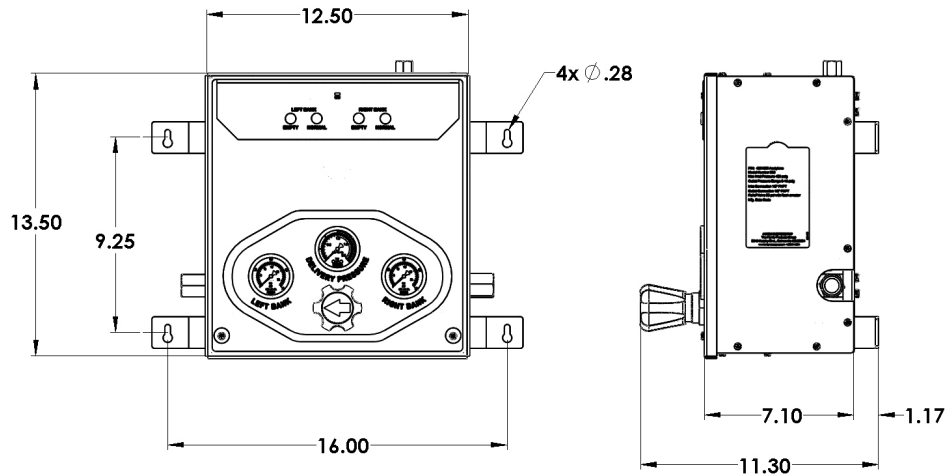

Figura 2
1. La caja de control debe estar sujeta a una pared o a otra estructura segura tal que las conexiones de entrada a la caja estén a aproximadamente 60 pulgadas del piso. La dimensión puede ser levemente mayor o menor según la altura del cilindro. Las dimensiones de montaje para la caja de control se muestran en la Figura 2.